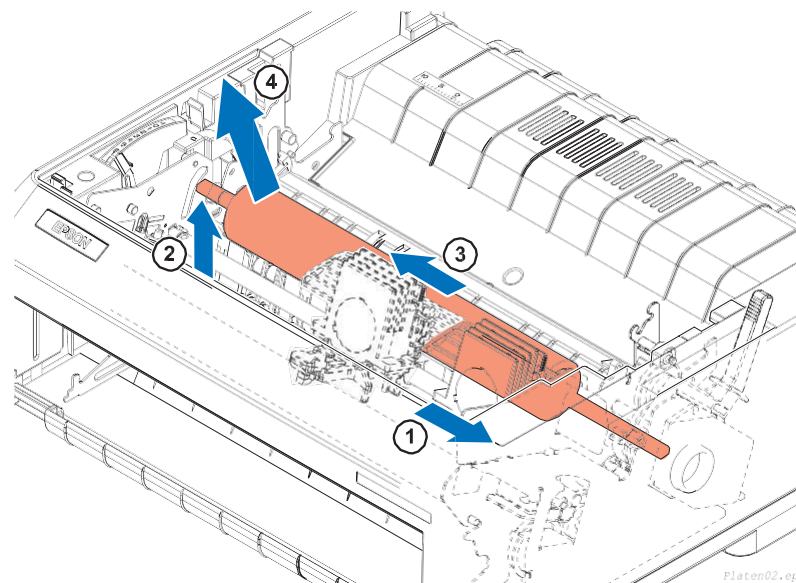

图 4-16. 字辊的拆卸 2
4. 将字车移至右端，轻轻抬起字辊的左端，将字车移至中间，向左取出字辊。(参见图4-16)